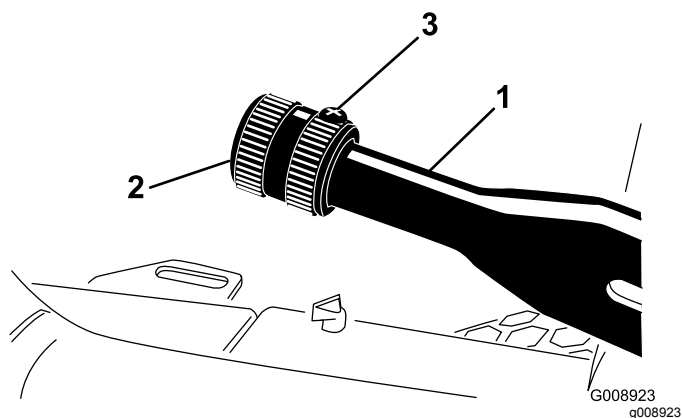

Figure 69
1. Desserrez la vis de fixation du bouton sur le levier du frein de stationnement (Figure 69).